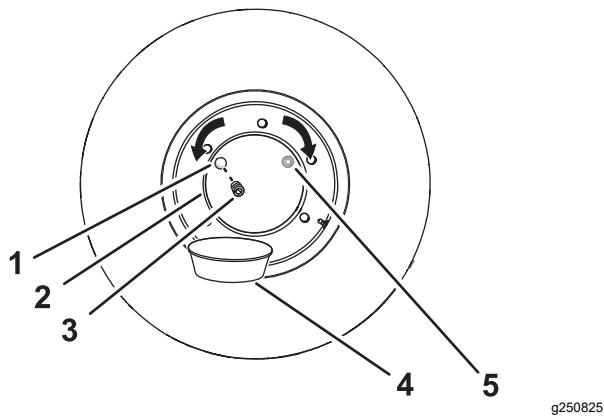

Figura 95
2. Mueva la máquina hacia adelante o hacia atrás hasta que el tapón del cubo de la rueda esté en la posición de las 10 o de las 2 (Figura 95).
4. Coloque un recipiente de vaciado debajo del orificio de vaciado del cubo de la rueda (Figura 95).
5. Retire el tapón del cubo de la rueda (Figura 95).
6. Compruebe que el nivel de aceite llega a la parte inferior de la rosca del orificio de aceite (Figura 95).
8. Instale el tapón en el orificio de aceite del cubo de la rueda (Figura 95).
1. Mueva la máquina hacia adelante o hacia atrás hasta que el tapón de aceite del cubo de la rueda esté en la posición de las 12; consulte la Figura 95 de Comprobación del nivel de aceite de los cubos de las ruedas (página 71).